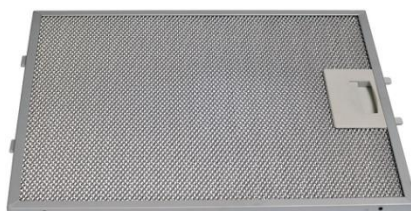

Рис. 2
2. Снимите алюминиевый жирулавливающий фильтр (рис. 2).
7. Установите жироулавливающий фильтр (рис. 2).
Для отсоединения алюминиевого фильтра (рис. 2) следует нажать на пружинный замок на фильтре и вынуть его. Установка фильтра производится в обратном порядке. Следует нажать на пружинный замок на фильтре и установить его на место, после чего замок отпустить.